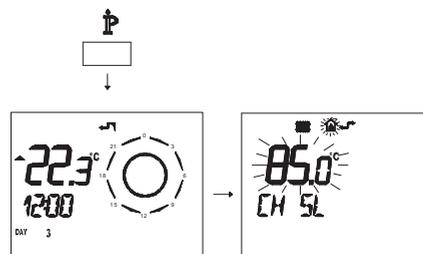

Fig. 5.56
- Premere per più di 3 secondi il pulsante P para per entrare in modalità INFO (Fig. 5.56).